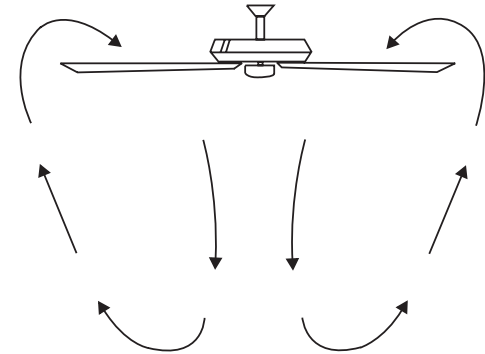

Fig. 20
**Clima cálido:** hacia adelante (en sentido antihorario) Un flujo de aire hacia abajo crea un efecto de enfriamiento como se muestra en la Fig.20. Esto le permite configurar su aire acondicionado en un ambiente más cálido sin afectar su comodidad.